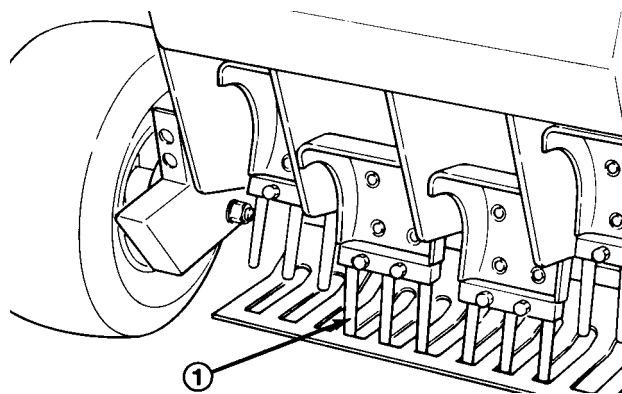

Fig. 10
5. Trekk festemutrene til med et moment på 100–110 ft/lb (fig. 10).